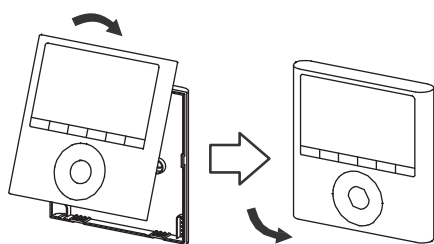

Abb. 3-7
- Nach dem Anbringen und Anpassen des vorderen Teils der verkabelten Steuerung, vermeiden Sie bitte, dass sich die Verkabelung löst. (Abb. 3-7)